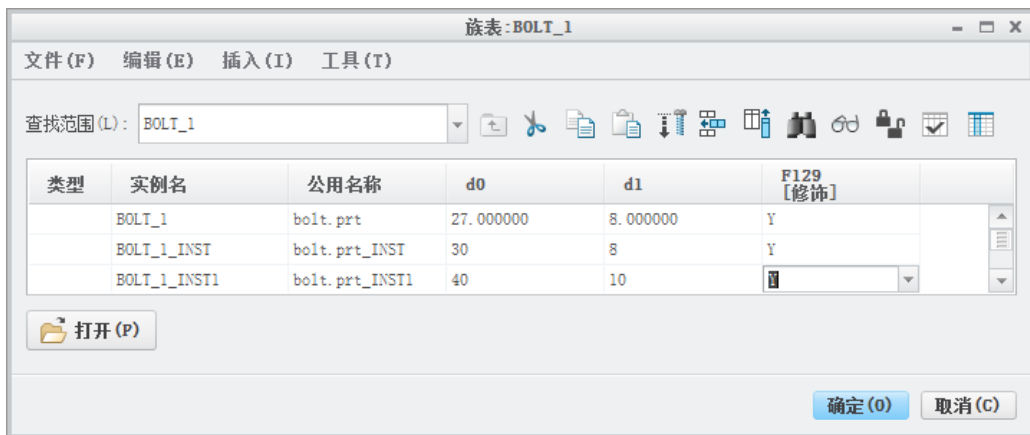

图 7.1.7 创建零件族表特征
Step7. 在 **SELECT FEAT (选择特征)** 菜单中选择 **Done (完成)** 命令, 在“族项, 类属模型: BOLT\_1”对话框中单击 **确定** 按钮, “修饰”特征已存在于族表的实例当中, 输入实例零件的修饰状态 (用 Y 或 N 来表示特征的有或无), 结果如图 7.1.7 所示。
Step8. 单击 **确定 (O)** 按钮, 关闭对话框。